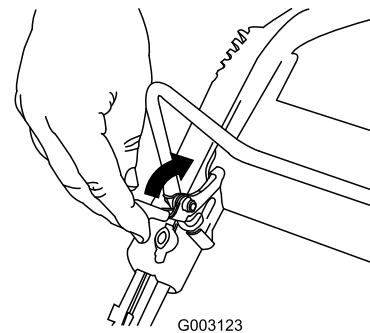

Figure 20
Pour arrêter le moteur, appuyez sur le bouton d'arrêt du moteur (Figure 20) jusqu'à l'arrêt du moteur.
1. Tirez le verrou de la barre de commande en arrière (Figure 20).